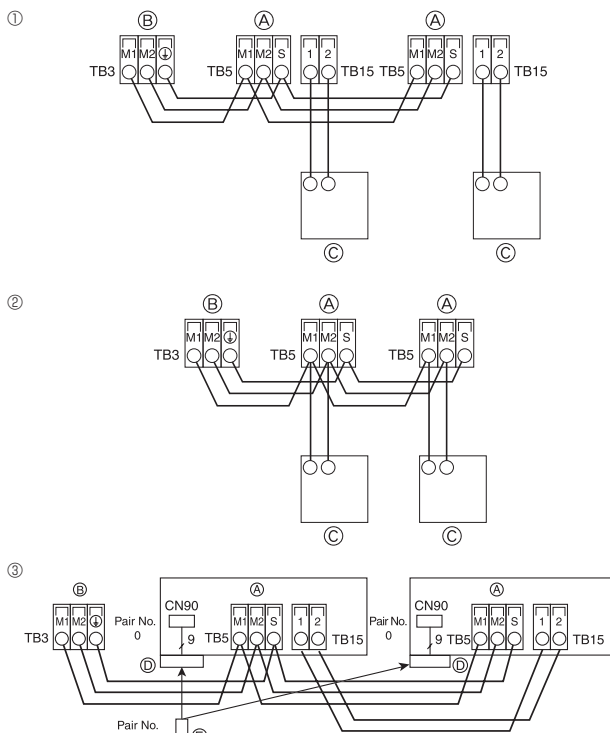

Fig. 4-5
4.4. Anschluss der Fernbedenungs-, Innen- und Außenübertragungskabel (Fig. 4-5)
- ① MA-Fernbedienung
- ② M-NET-Fernbedienung
- ③ Kabellose Fernbedienung (bei Installation des kabellosen Signalempfängers)